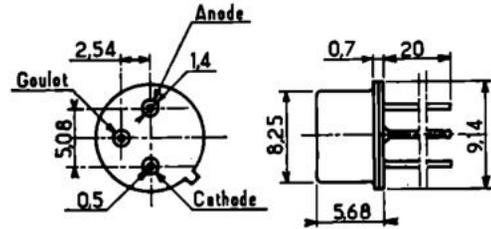

Fig. 7
- Le brochage du tecnetron 4T3 est indiqué par la figure 7. Le 5T3 correspond au 4T3 avec son radiateur.